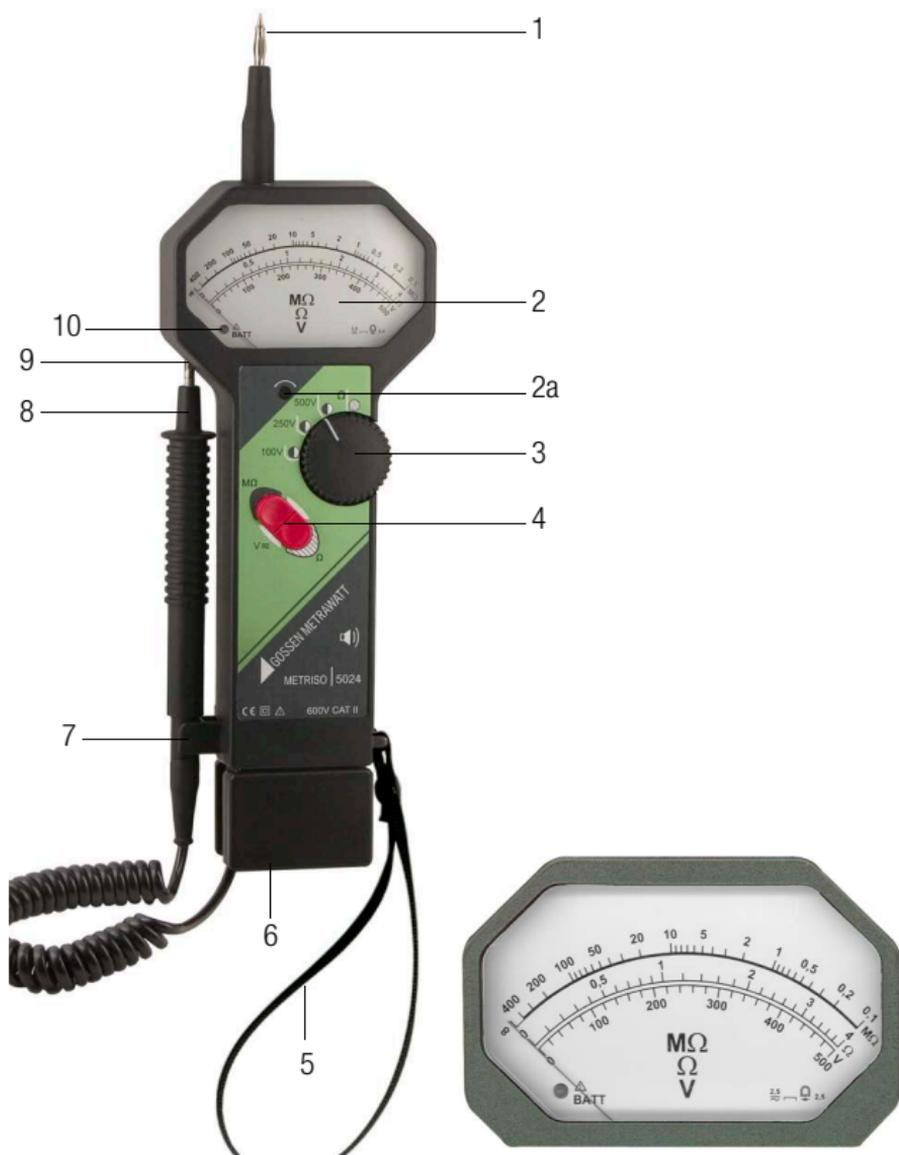

Figure 1 Eléments de commande
Tant par sa construction que par son mode d'utilisation à deux mains (Figure 1), cet appareil convient parfaitement pour un usage quotidien en toute sécurité. La dragonne fixée sur l'appareil vous évitera de le faire tomber.
- le sélecteur de fonctions à bascule (4)
- le sélecteur rotatif (3)
Les valeurs mesurées sont affichées sur trois échelles graduées analogiques (2). La Figure 1 montre les échelles graduées en détail.
les résistances de faible impédance et celle du bas les tensions. Le statut de fonctionnement de l'appareil et le statut des piles sont affichés sur la LED bicolore du cadran (Figure 1).